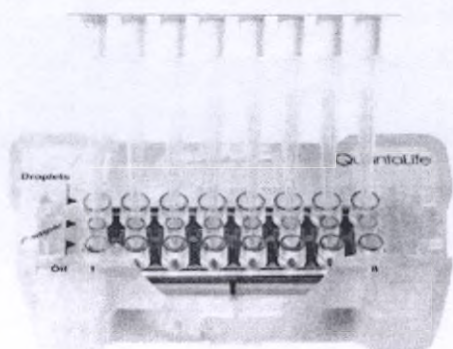

Рис. 4
4. Переместить по 20 мкл подготовленных образцов (см. протокол ПЦР по подготовке образцов) из 96-луночной планшеты или пробирок, с которыми вы работаете, в среднюю лунку картриджа DG8 (Рис. 4).